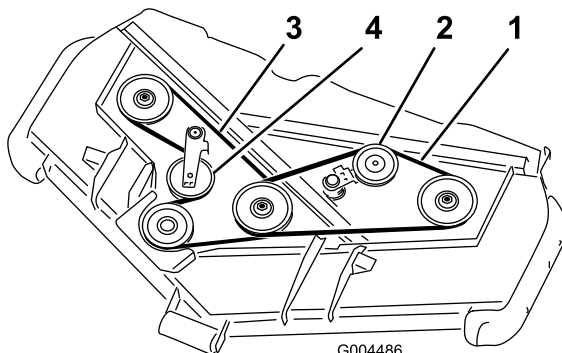

Figura 18
3. Utilizando uma alavanca ou ferramenta semelhante, afaste a polia intermédia da correia superior (Figura 18) da correia da transmissão superior para libertar a tensão da correia e permitir que esta saia das polias.
4. Coloque a nova correia à volta da polia da caixa de velocidades, polias do veio inferior e conjunto da polia intermédia, como se mostra em Figura 18.
5. Coloque a nova correia nas polias da barra superior e na estrutura da polia intermédia, como se mostra em Figura 18.